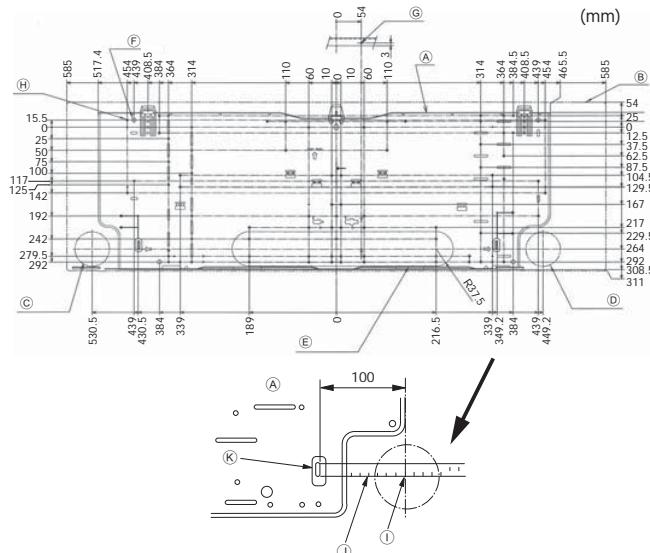
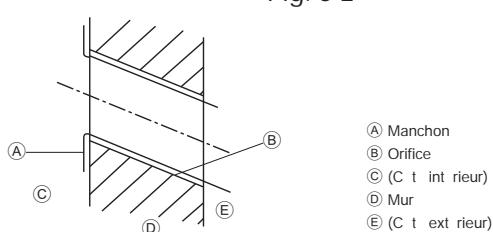

Fig. 3-2
Fig. 3-3
■ PKFY-P-VKM-E (Fig. 3-2)
- (A) Planche d'installation ①
- (B) Appareil intérieur
- (C) Orifice du tuyau arrière gauche inférieur ($\varnothing 75 \times \varnothing 80$)
- (D) Orifice du tuyau arrière droit inférieur ($\varnothing 75 \times \varnothing 80$)
- (E) Orifice de la rondelle pour orifice arrière gauche (75×480)
- (F) Orifice de boulon (4×9)
- (G) Orifice de mesure moyenne ($\varnothing 2,5$)
- (H) Avant-trou ($75 \times \varnothing 5,1$)
- (I) Orifice central
- (J) Aligner la balance avec la ligne.
- (K) Insérer la balance.
3.2.2. Forage de l'orifice des tuyaux (Fig. 3-3)